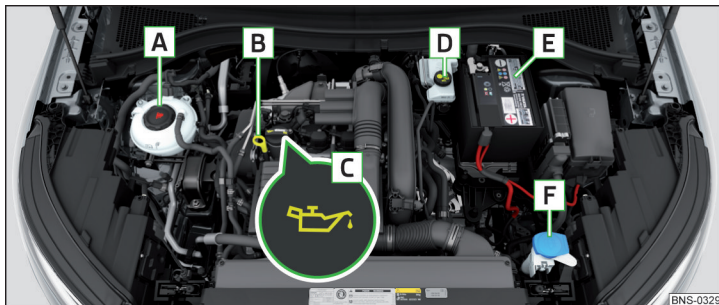

Fig. 324 Exemple de disposition dans le compartiment moteur
- ▶ Dévissez le bouchon de l'orifice de versement d'huile moteur **C** » fig. 324 à la page 294.